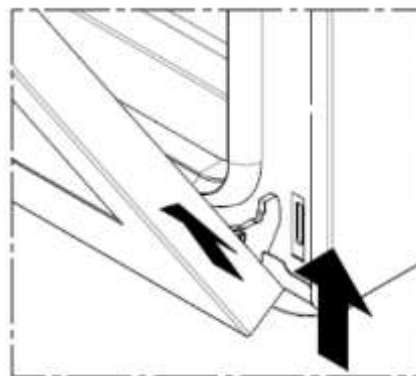

Fig. 4
- die Tür langsam bis zur mechanischen Blockierung schließen, anheben und entfernen (Abb. 4).